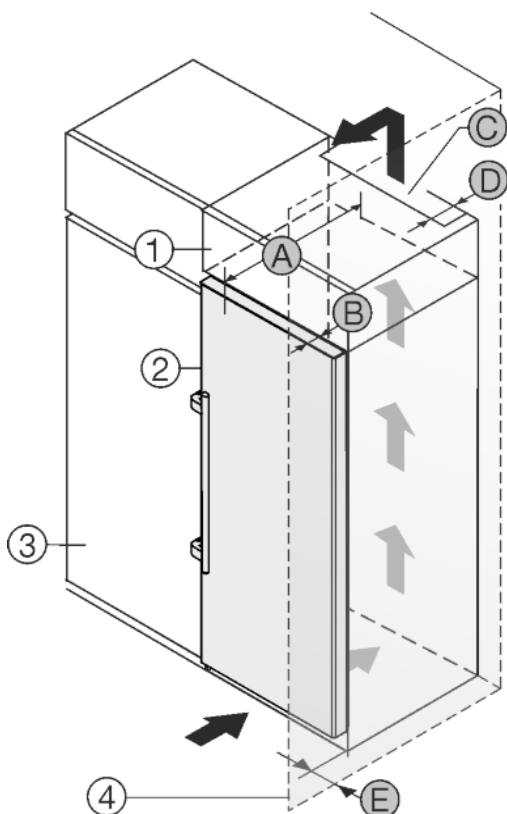

Fig. 25
Urządzenie może zostać obudowane szafkami kuchennymi. Aby dopasować urządzenie *Fig. 25 (2)* do wysokości ciągu szafek kuchennych, można nad urządzeniem umieścić szafkę nasadzaną *Fig. 25 (1)*.
Urządzenie można ustawić bezpośrednio obok szafki kuchennej *Fig. 25 (3)*. By móc całkowicie otworzyć drzwi, urządzenie musi wystawać przynajmniej o głębokość *Fig. 25 (B)* za front szafki kuchennej. W zależności od głębokości szafek kuchennych oraz od zastosowania elementów dystansowych urządzenie może wystawać jeszcze bardziej.
- Na tylnej ścianie szafki nasadzonej wymagany jest wywiewny kanał wentylacyjny o głębokości *Fig. 25 (D)* na całej szerokości szafki.
- Pod sufitem pomieszczenia należy zachować przekrój odpowietrzający *Fig. 25 (C)*.
Jeżeli urządzenie będzie ustawiane z zawiasami do ściany *Fig. 25 (4)*, to pomiędzy urządzeniem i ścianą należy zachować odstęp *Fig. 25 (E)*. Na taką odległość wystaje klamka przy otwartych drzwiach.